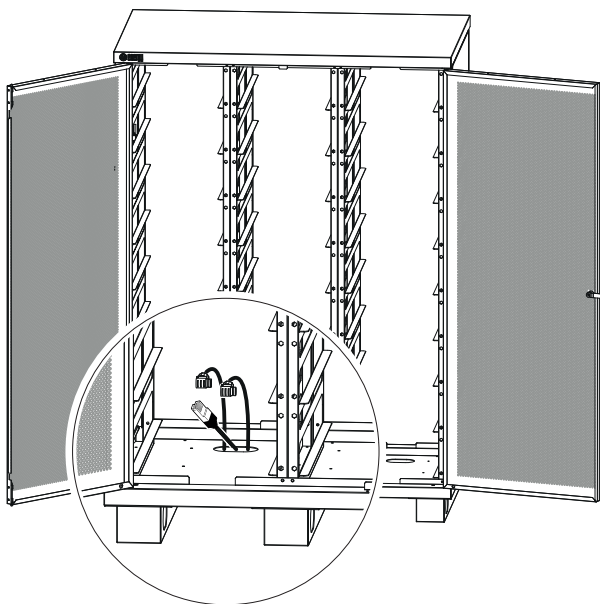

Fig. 4.24
18. Posizionare all'interno del rack i cavi **D+**, **D-** e **RJ45** in arrivo dal PCS, facendoli passare per le apposite asole in corrispondenza agli zoccoli e alla parte posteriore della base (Fig. 4.24).